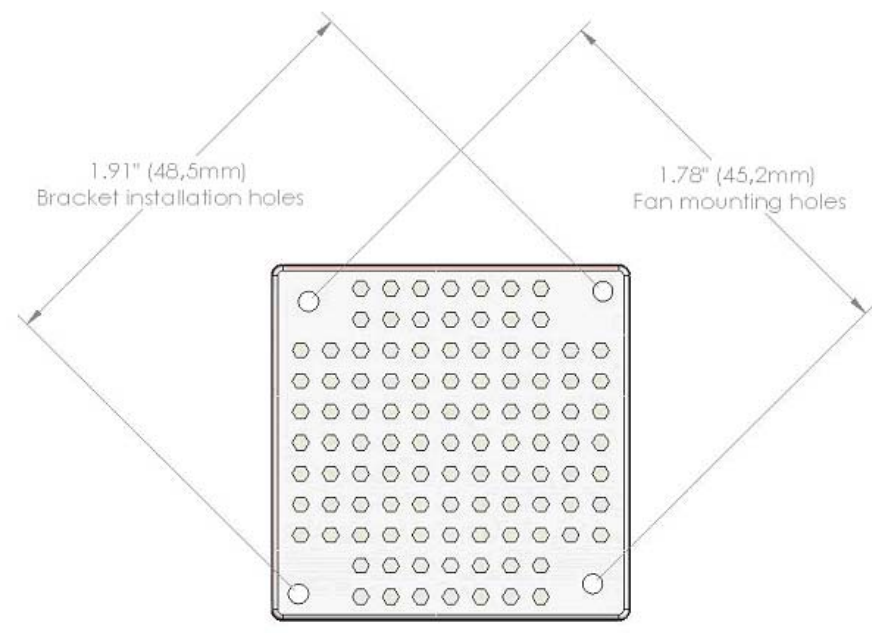

Figure 3
- ❑ Veuillez vous référer à la figure 3 en page 1 pour identifier correctement les trous de montage des pattes de fixation.